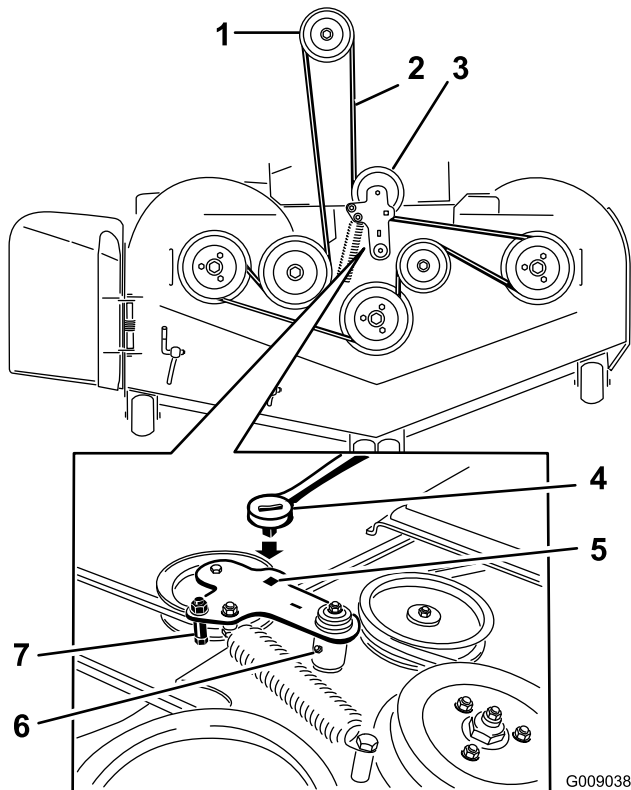

Figura 77
5. Utilice una llave de carraca en el taladro cuadrado del brazo tensor para aliviar la tensión del muelle tensor (Figura 77).
7. Retire la guía de la correa del brazo tensor tensado con muelle según lo ilustrado en Figura 77.
- Pase la correa nueva alrededor de las poleas del cortacésped y de la polea del embrague, debajo del motor (Figura 77).
- Instale la guía de la correa en el brazo tensor según se muestra en Figura 77.
- Utilizando la llave de carraca en el taladro cuadrado, instale el muelle tensor (Figura 77).